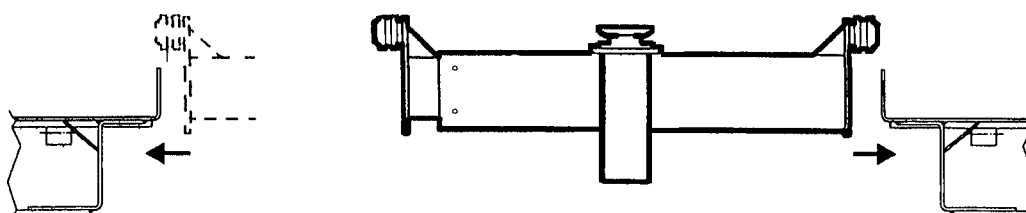

Fig. 5B
- calare la traversa posizionando gli appoggi sul bordo delle pedane, verificarne lo scorrimento (Fig.5B);
- position supports on platform edge and let jack come down. Check for proper sliding (Fig.5B);
- Den Heber absenken und die Auflagen am Rand der Fahrschienen ausrichten (Fig.5B);
- Baisser la traverse en positionnant les appuis sur le bord des chemins de roulement, en vérifier le glissement (Fig.5B);
- Bajar la travesa colocando los apoyos en el borde de las plataformas, comprobar el deslizamiento (Fig.5B);